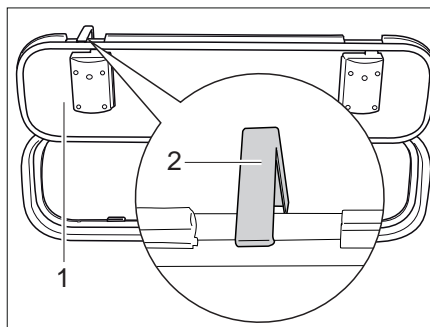

Bild 37 Sicherungshaken Außenklappe
- Die Außenklappe (Bild 37,1) öffnen und Sicherungshaken (Bild 37,2) an der Fahrzeugwand nach oben drehen.
- Den Sicherungshaken (Bild 37,2) nach oben drücken.